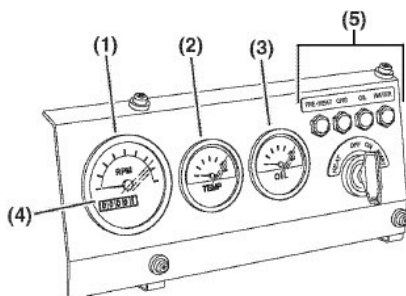

Abb. 22: Instrumente (nur für Veranschaulichung)
Schritt 3: Für Modelle mit Elektrostarter den Schlüssel in Stellung "OFF" (AUS) (Abb. 22, Pos.1) drehen und aus dem Schlüsselschalter abziehen.